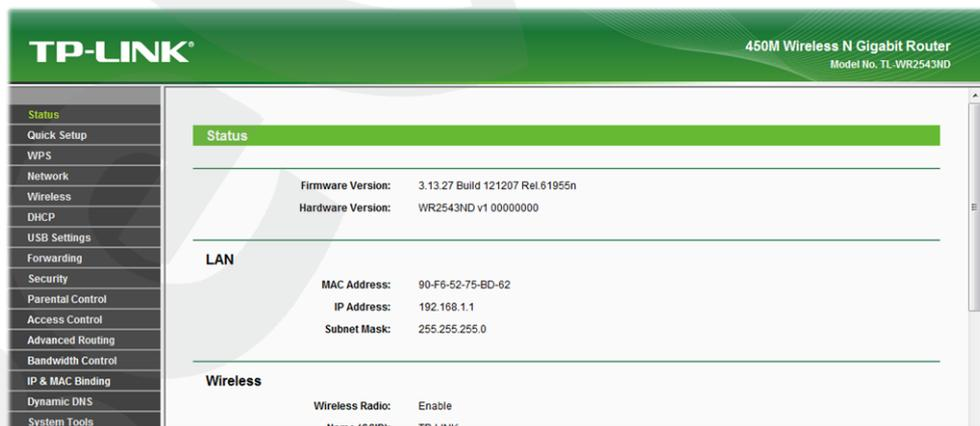

Рис. 6.5
**Шаг 1:** введите в адресной строке браузера IP-адрес маршрутизатора (в нашем примере – «192.168.1.1»). В появившемся окне авторизации введите логин и пароль. После удачной авторизации откроется основная страница настроек маршрутизатора (Рис. 6.5).